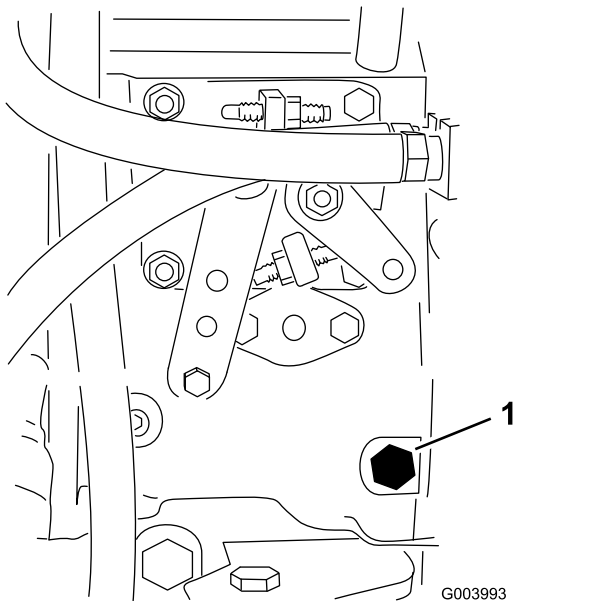

Bild 31
3. Öffnen Sie die Entlüftungsschraube an der Kraftstoffeinspritzpumpe (Bild 31) mit einem 12-mm-Schraubenschlüssel.